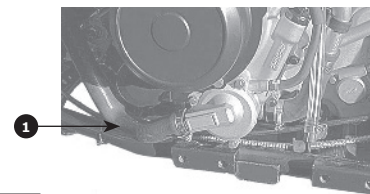

РИС. 67
2. Поместите под двигатель ёмкость для сбора охлаждающей жидкости и снимите патрубок **1** РИС. 67 с помпы.